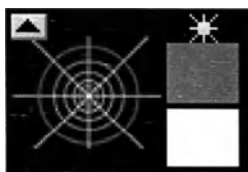

Рис. 8-2 — Экран настройки уровня освещенности с одной белой полоской
2. После того как вращающийся кружок исчезнет, на экране настройки уровня освещенности будет отображаться одна белая полоска внизу и одна серая полоска сверху (см. Рис. 8-2).